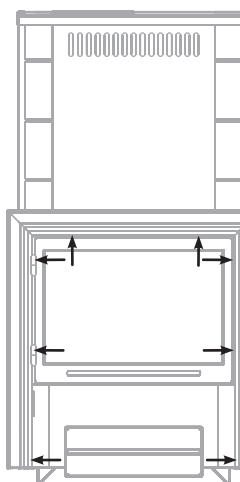

Рисунок 4. Винты для демонтажа дверки при монтаже печи «Гекла».
- 1) открутить саморезы 8 шт., (см. рисунок 4) которыми прикрепляется дверца с рамкой к топливному каналу и снять ее;